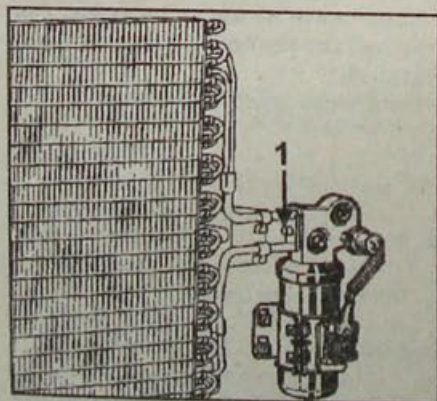

Рис. 14.12. Расположение болта (1) крепления ресивера-осушителя
- Выверните крепежный болт фланца (1, рис. 14.12) и снимите ресивер-осушитель.